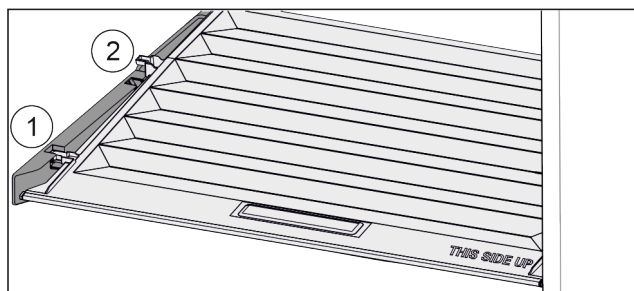

Fig. 63
- ▶ Vytáhněte víko dopředu až k otvoru v přídržných dílech Fig. 63 (1).
- ▶ Vzadu zespolu nadzvedněte a vyjměte směrem nahoru Fig. 63 (2).